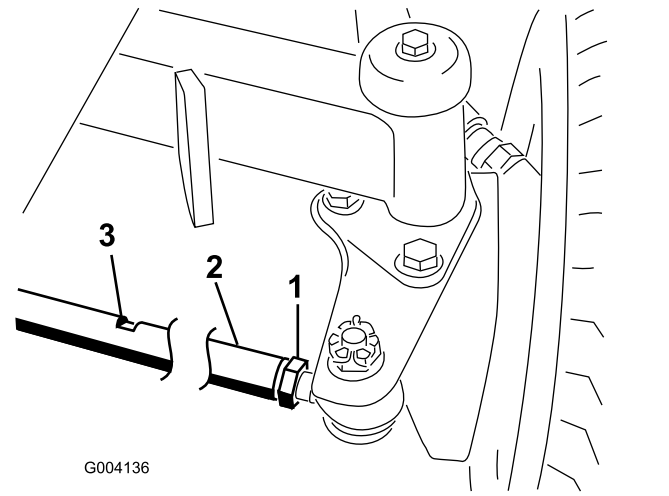

Bild 64
2. Lösen Sie die Klemmmutter an jedem Ende der Spurstange (Bild 64).